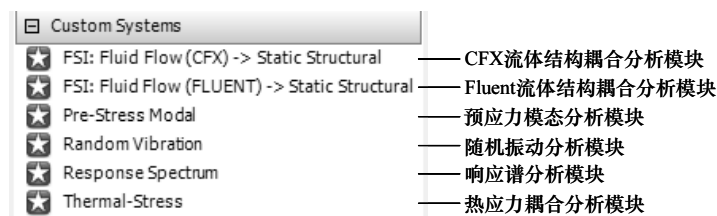

图 1-20 Custom Systems (用户自定义系统)
(3) Custom Systems (用户自定义系统) Custom Systems (用户自定义系统) 用于耦合分析系统 (FSI、Thermal-Stress) 的预定义, 在使用过程中根据需要自定义系统, 如图 1-20 所示。